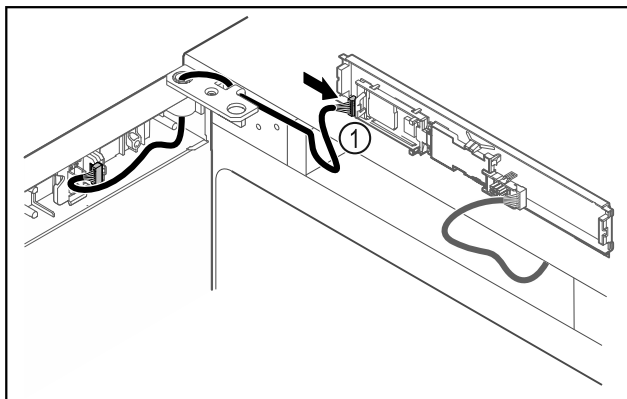

Fig. 47
- ▶ Stekker Fig. 47 (1) in printplaat steken.